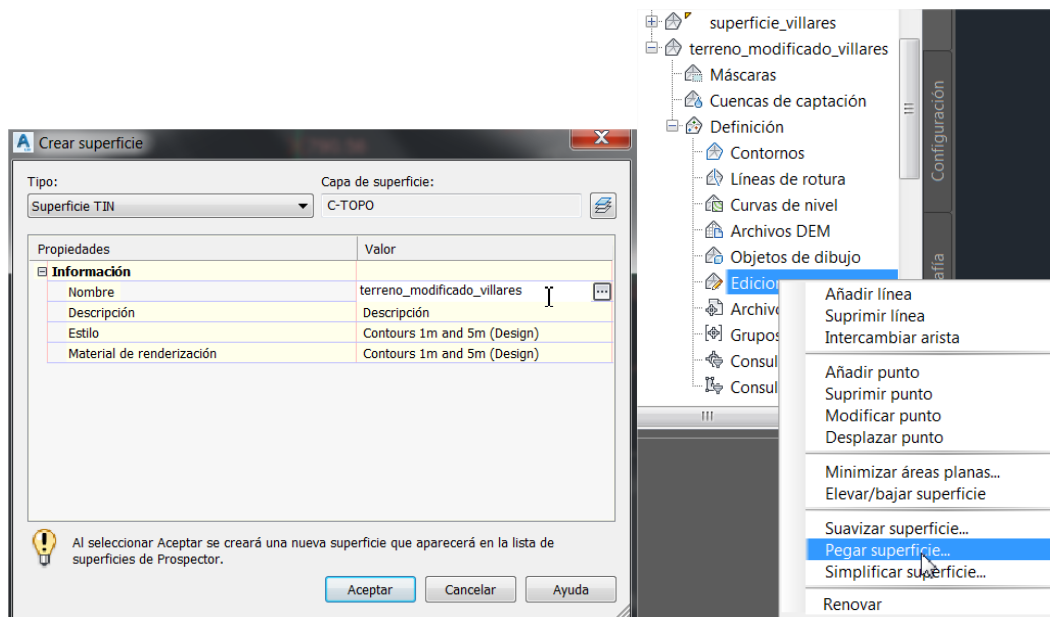

Figura 34. Creación del **terreno modificado** como un nuevo objeto de superficie (izquierda) y definición del mismo mediante Pegar superficie (derecha).
- De manera complementaria se podría visualizar el resultado de la explanación sobre el terreno original. Es lo que se llama en Civil 3D **terreno modificado**, que es una superficie en la que se combinan el terreno original con su modificación tras realizar la plataforma y, por tanto, al explanar encima de dicho terreno. Para ello se crea una superficie nueva vacía en el Espacio de herramientas llamada “**terreno_modificado_villares**” (Figura 34, izquierda). Para definirla hay que usar la opción de Definición/Ediciones/Pegar superficie con el botón derecho (Figura 34). La primera superficie será la original, “**superficie_villares**” (seleccionar y aceptar), y la segunda será el resultado de la explanación, “**grupo_explanación_villares**” (seleccionar y aceptar).